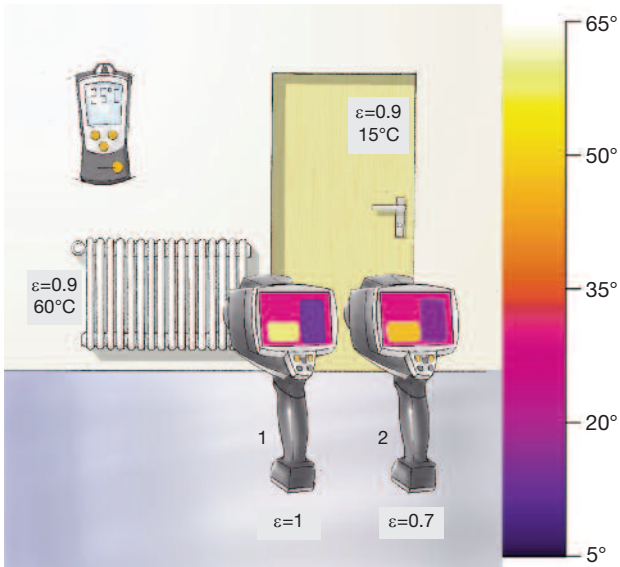

Рис. 1.2: Влияние некорректной настройки коэффициента излучения на результаты измерений температуры
1. Когда температура измеряемого объекта выше температуры окружающей среды (радиатор на Рис.1.2, стр.11):
2. Когда температура измеряемого объекта ниже температуры окружающей среды (дверь, изображенная на Рис.1.2, стр.11):
Для того, чтобы ваш тепловизор правильно рассчитал температуру поверхности измеряемого объекта, в настройках вам необходимо задать как компенсацию отраженной температуры (КОТ), так и коэффициент излучения (ϵ). Во многих сферах применения отраженная температура соответствует температуре окружающей среды (см. “Излучение”, стр.19). Вы можете измерить ее с помощью воздушного термометра, например, testo 810. Точная настройка коэффициента излучения особенно важна, когда температура измеряемого объекта и температура среды измерения значительно отличаются друг от друга (см. Рис. 1.2, стр. 11).